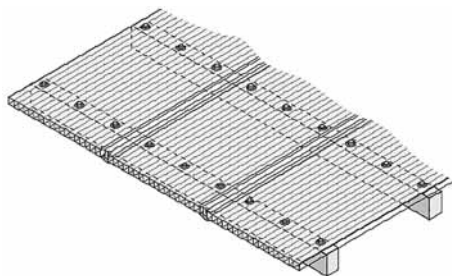

Рисунок 15.
1) при ширине панели более одного метра она должна быть прикреплена к несущей конструкции с помощью дополнительного крепления вдоль своей ширины (рис.15), т.к. соединителей на обоих концах продольных сторон недостаточно, чтобы удержать панель от распрямления и смещения под давлением.